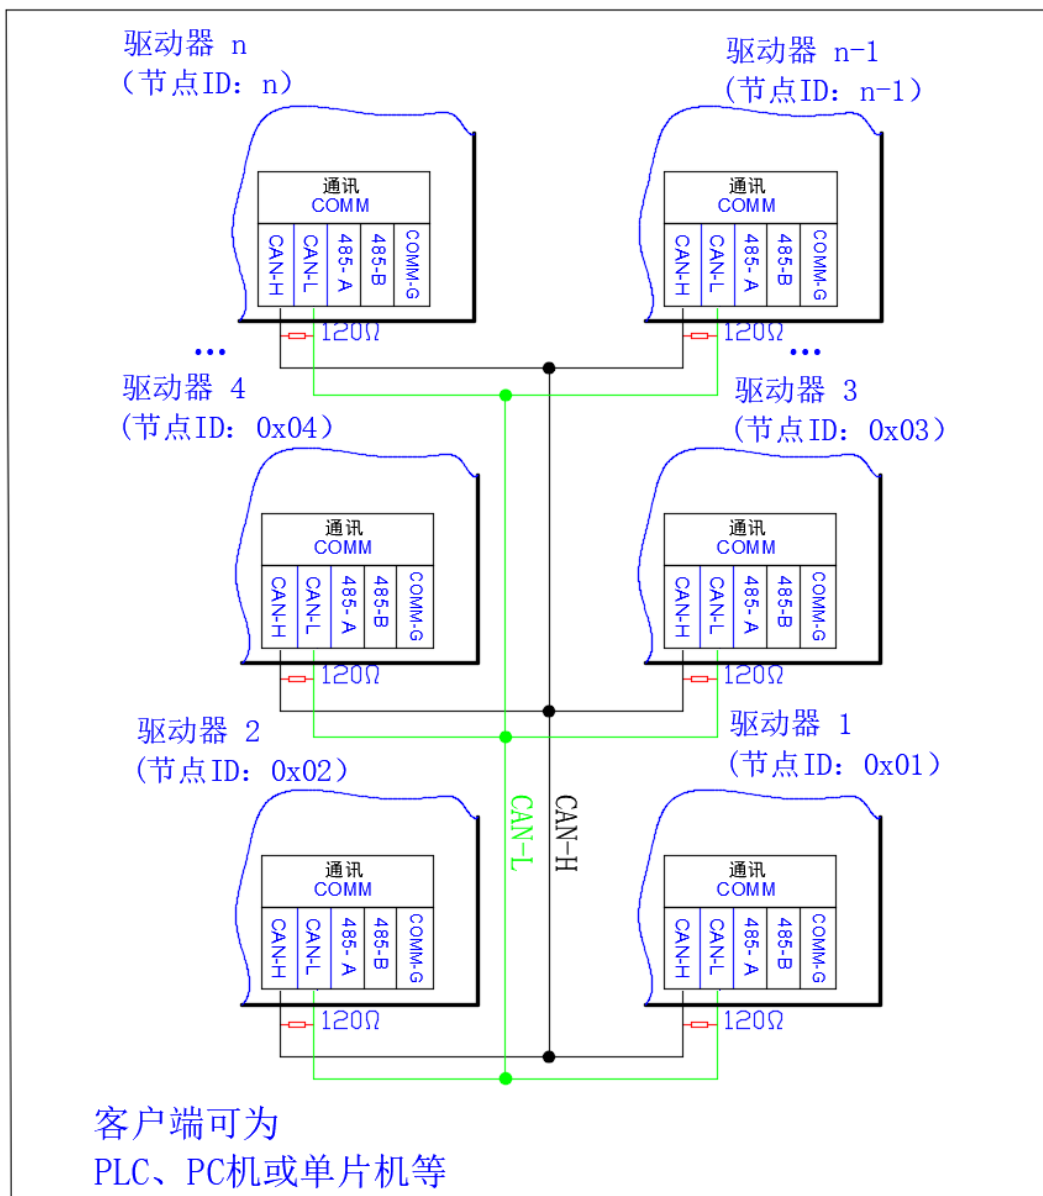

图 4.20 CAN 多节点通讯示意图
- 为了高频信号传输时稳定，需在传输线末端加并联 120Ω 的终端电阻，以消除通讯线中反射的干扰。对于低频信号则不用。CAN 多节点通讯示意图如图 4.20 所示。